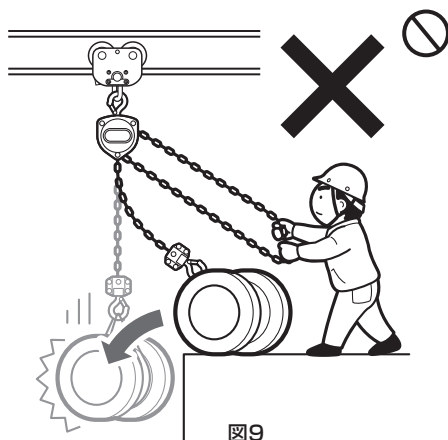
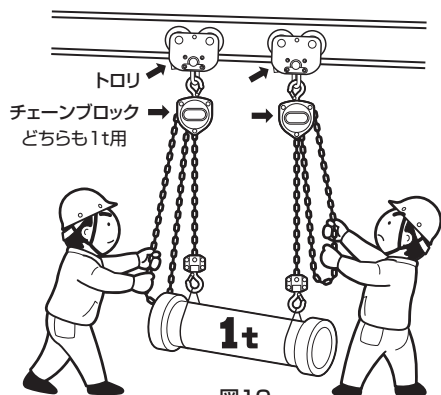

図9
図10
(7) つり荷の下や、つり荷の動く範囲に入らないでください。また人の頭上を越えて荷を運搬しないでください。
(8) 地球づりしないでください。
(9) 操作中は荷から気をそらさないでください。
(10) つり上げた荷を長時間放置しないでください。
(11) トロリとトロリを衝突させたり、いつもストッパに衝突させて止める設置方法は絶対に避けてください。
(12) 手鎖、つり荷を他の構造物などに引っ掛けて操作、移動させないでください。
(13) わずかな高さ・段差でも荷がガタンと落下するような衝撃荷重操作は絶対にしないでください。図9
(14) 本体に取り付けられた注意ラベルや銘板を外したり、不鮮明なまま使用しないでください。
(15) 人間の手動力以外での操作はしないでください。
(16) 本体・手鎖に砂などがたい積しないように常に清掃してください。
(17) 作業に対しトロリの手鎖揚程が十分であることを確認してください。
(18) 共つりする場合は、それぞれの1台のトロリ・チェーンブロックでその荷をつるる定格荷重のものを使用してください。図10
(19) 手鎖を拘束しないでください。（自然な状態を保つ）